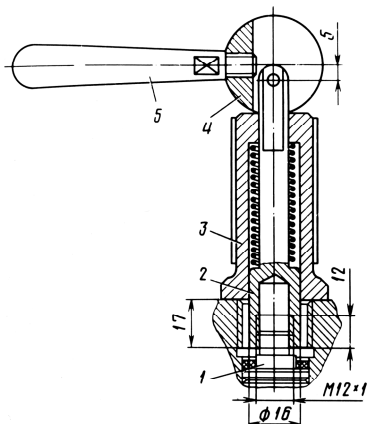
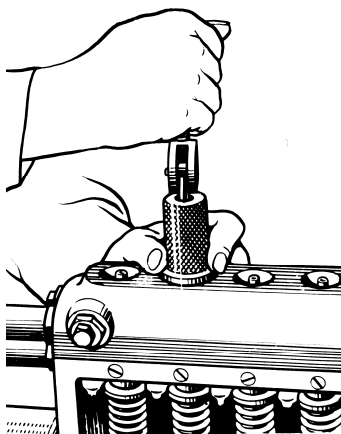

Рис. 93. Съемник седла
Рис. 94. Снятие седла
3. Снять конtringящие сухари, вывернуть штуцеры и специальным съемником (рис. 93) извлечь из корпуса насоса седла вместе с нагнетательными клапанами. Для снятия навернуть оправку 2 съемника на резьбу седла 1 нагнетательного клапана до упора втулки 3 в корпус насоса. Поворачивая эксцентрик съемника вверх, извлечь седло нагнетательного клапана (рис. 94).